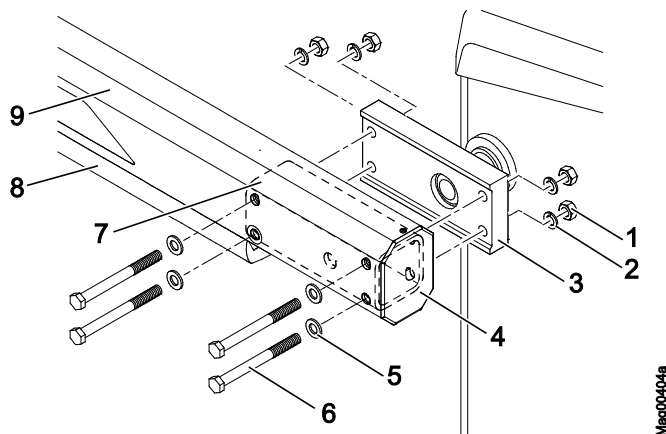

Abb. 36: Schrankenbaum demontieren
19. Schrankenbaum mit 2 Personen bei horizontalem Flansch montieren. → Siehe Seite 79, Abb. 36.